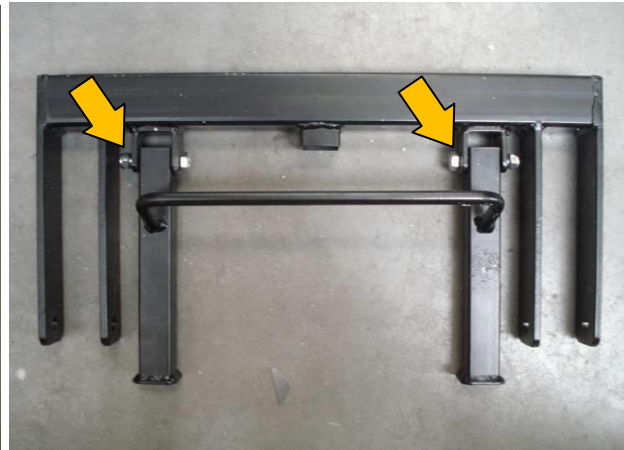

Bild 2
- 2) Platzieren Sie den U-förmige Rahmen (3) an das Verriegelungsrahmen (4), mithilfe von den 14mm Schrauben und Muttern. Ziehe die Schrauben und Muttern noch nicht zu fest an, weil das Rahmen noch scharnieren soll. (Bild 2).
- 3) Befestigen Sie das Ganze von Bild 2 (3+4) am Hauptrahmen, mit dem Hebel von das Verriegelungsrahmen nach draussen gericht (zur Räder). (Bild 3). Benützen Sie den Schrauben und Muttern (D). Bitte noch nicht vollständig festziehen, denn den Rahmen soll drehen können. (Bild 3).